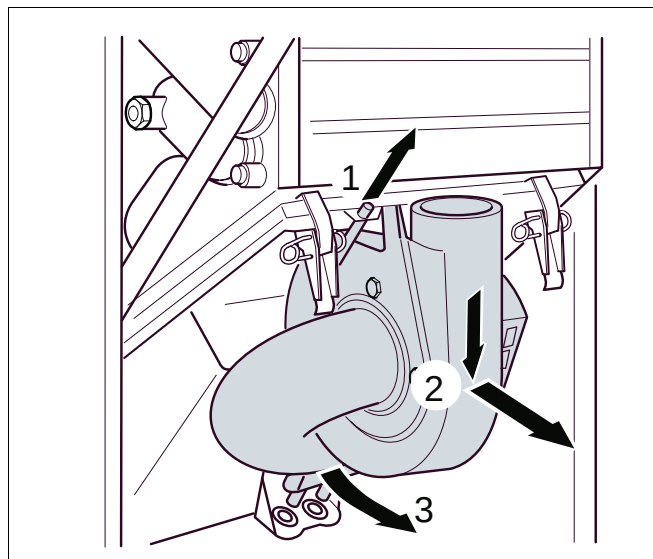

Fig. 36 Retirer le ventilateur
- Faire glisser le ventilateur vers le haut (fig. 36, pos. 1).
- Faire basculer le ventilateur en bas vers l'avant (fig. 36, pos. 3) et le sortir par le bas et en avant (fig. 36, pos. 2).